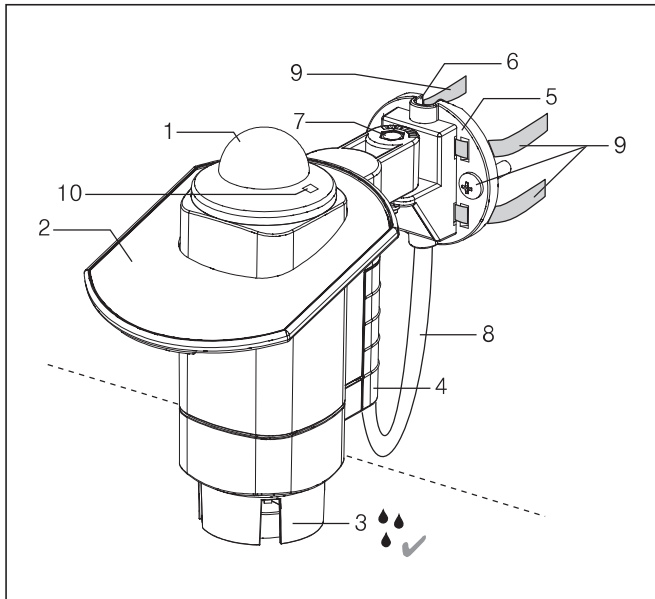

Abb. 1 Wetterstation
- Die Anschlussleitung muss so verlegt werden, dass kein Wasser ins Geräteinnere eindringen kann (siehe Abb. 1). Verwenden Sie hierfür eine witterungsbeständige (für den Außeneinsatz geeignete) Leitung wie z. B. 4× AWG26C UL sw.